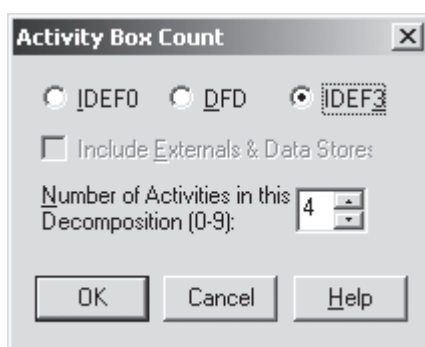

Рис. 7.1. Выбор нотации IDEF3 в диалоговом окне Activity Box Count
1. Перейдите на диаграмму A2 и декомпозируйте работу «Сборка настольных компьютеров». В диалоговом окне Activity Box Count (рис. 7.1) установите число работ 4 и нотацию IDEF3.